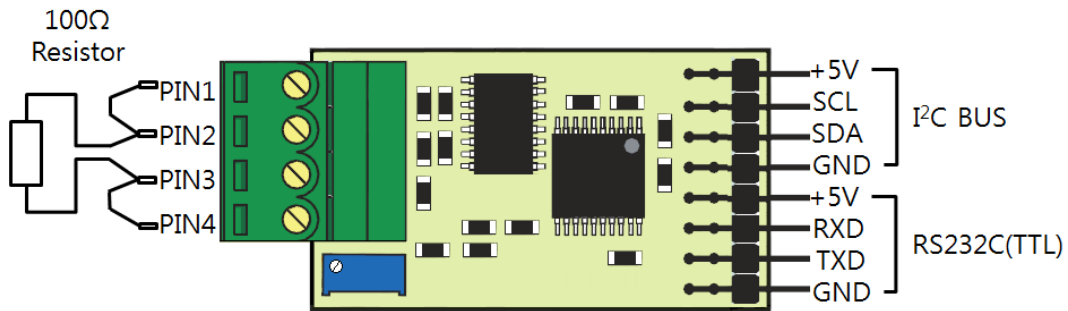
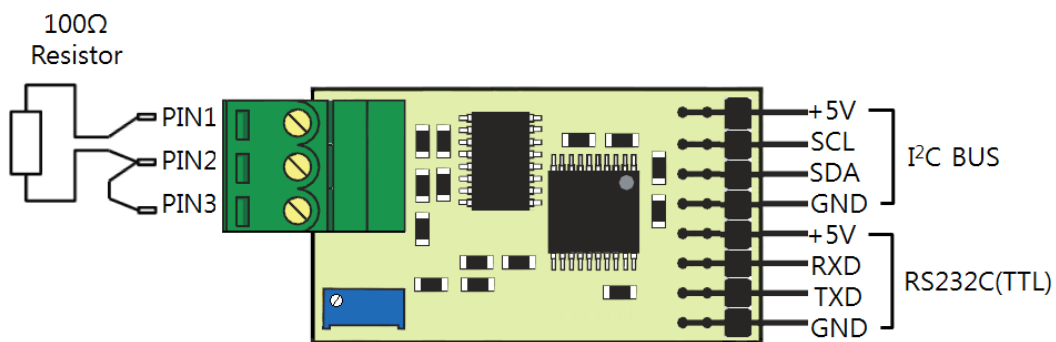

Fig1
Fig2
- 1) 100ohm 저항을 Fig1, Fig2와 같이 연결하고 PC에서 Temperature Read commend를 보내면 3byte 온도 HEX 값이 PC로 전송된다 . 이때 Trimpot를 조정하여 0xFFFFFFFF~0x000000 이 되도록 Setting 한다.